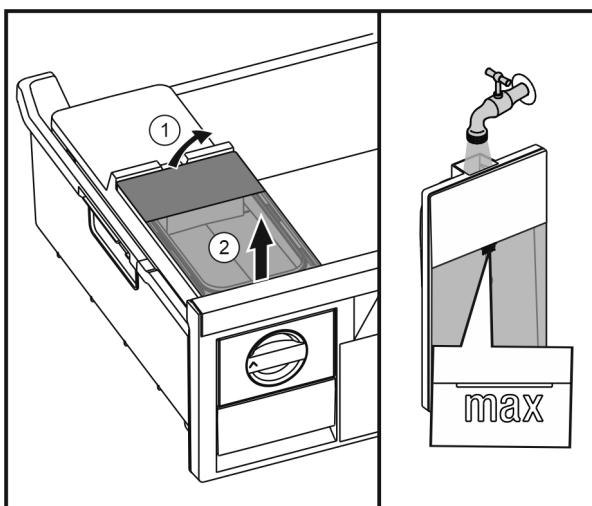

Fig. 27
- Повдигнете резервоара за вода отзад Fig. 27 (1) и извадете нагоре Fig. 27 (2).